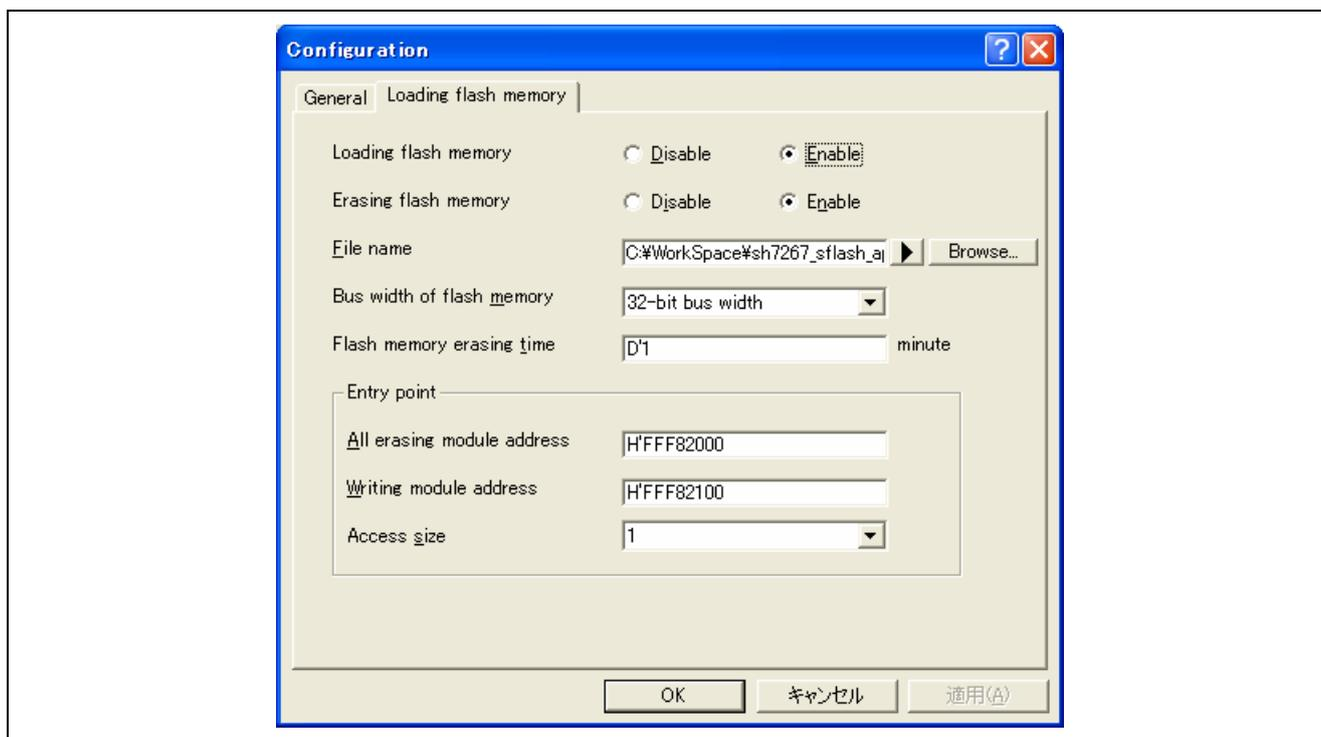

図 6.4 Configuration ダイアログボックス (Loading flash memory ページ)
- (1) メニューの[基本設定]→[エミュレータ]→[システム]を選択します。
- (2) 図 6.4に示すConfigurationダイアログボックス (Loading flash memoryページ) で、E10A-USBエミュレータを使用して外部フラッシュメモリにユーザプログラムをダウンロードするための設定を行います。